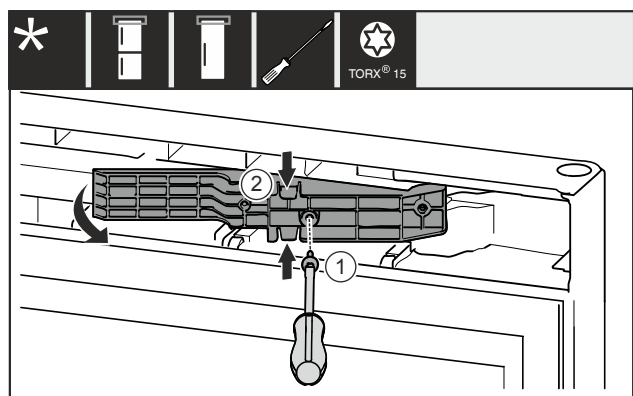

Fig. 14 *
- 移除螺栓 Fig. 14 (1)。
- 将上方和下方适配件 Fig. 14 (2)轻轻挤压在一起，然后向前拉出。